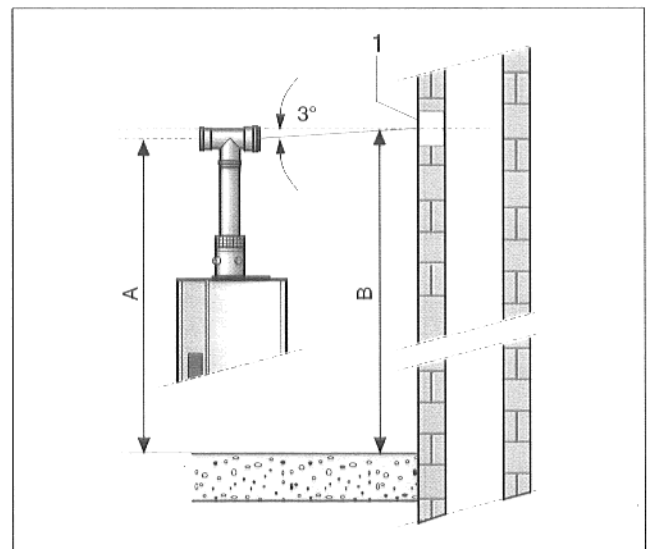

Abb. 5 Lage der Montageöffnung
- Lage der Montageöffnung bestimmen. Das Maß B (Abb. 5) ergibt sich aus dem Maß A unter Beachtung einer Steigung von 3° .
- Montageöffnung (Abb. 5, Pos. 1) entsprechend des Durchmessers des Schornsteinanschlußstückes herstellen. Das Schornsteinanschlußstück ist Zubehör des Schornsteinherstellers.